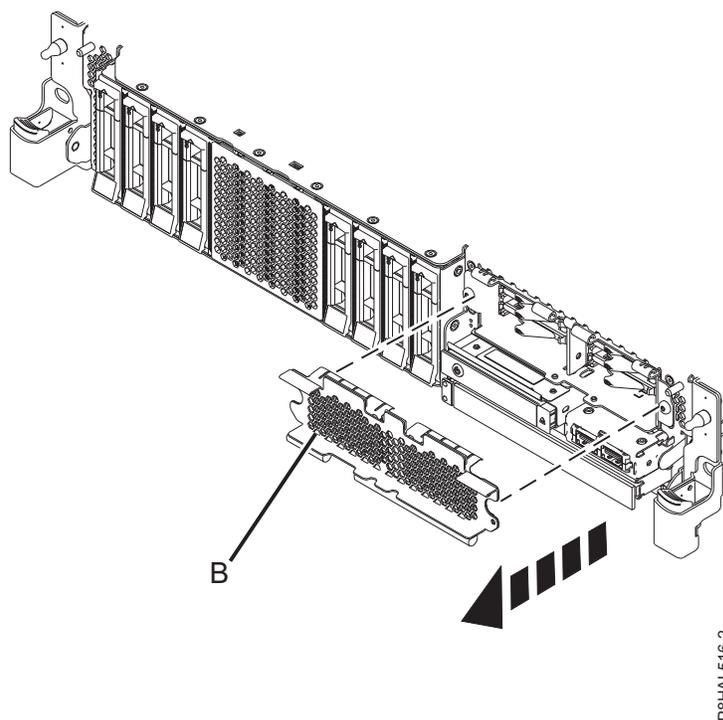

Figure 76. Retrait du cache du compartiment SSD pour accéder aux emplacements SSD d'un système à fonction étendue
13. Pour accéder aux emplacements SSD, retirez le cache perforé (B) qui obstrue le compartiment SSD comme illustré dans la figure 76.